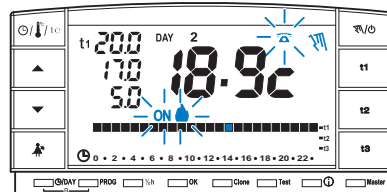

fig. 61
**Chiudendo il contatto:** il cronotermostato in funzionamento da programma manuale temporaneo/permanente o programma P 04 Holiday, si pone in **funzionamento manuale permanente** con temperatura **t1 Comfort**. Sul display appaiono i simboli lampeggiante e "" fisso ad indicare la forzatura (fig. 61).